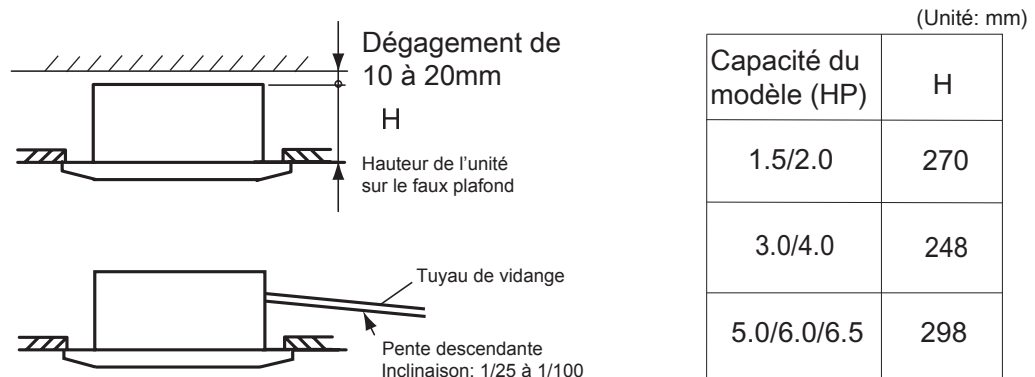

Fig. 3.2 Emplacement de l'installation de l'unité intérieure
- Sélectionnez l'emplacement d'installation comme suit: Fig 3.2:
- (A) Espace minimum
- (B) Pente descendante de la tuyauterie de vidange: 1/25 ~ 1/100